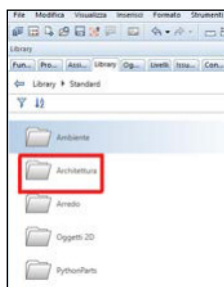

Fig. 56b
- Cliccare su «architettura» (Fig. 56b)